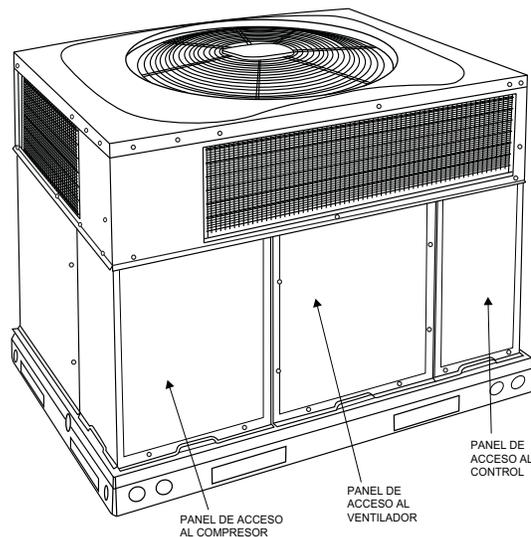

Fig. 22 – Paneles de acceso de la unidad
- a. Quite el panel de acceso del ventilador (consulte la Fig. 22).
- g. Vuelva a instalar el panel de acceso del ventilador (consulte la Fig. 22).
Quite el panel de acceso del ventilador (consulte la Fig. 22). El interruptor limitador está ubicado en la partición del ventilador.
Quite los paneles de acceso (consulte la Fig. 22) para localizar todos los controles eléctricos y el cableado. Compruebe que todas las conexiones eléctricas estén apretadas. Apriete todas las conexiones con tornillos. Si se observan conexiones ahumadas o quemadas, desarme la conexión, limpie todas las piezas, vuelva a pelar el extremo del cable y vuelva a montar la conexión de forma correcta y segura.